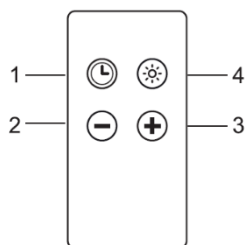

Рис. 7
- Вытяжкой WK-11 Juno II можно управлять с помощью пульта дистанционного управления (рис. 7).
#### Определение кнопок (рис. 7)